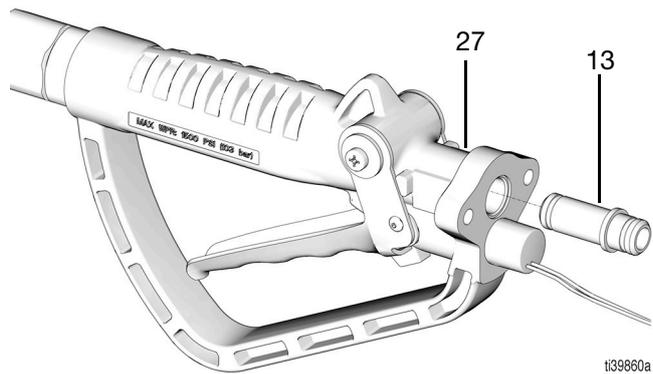

FIG. 59
2. Instale el tubo de conexión (13) en el alojamiento de la válvula (27), el extremo largo primero. El tubo de conexión (13) debe orientarse correctamente, de lo contrario, los alojamientos del medidor y la válvula no se podrán montar completamente (FIG. 59).